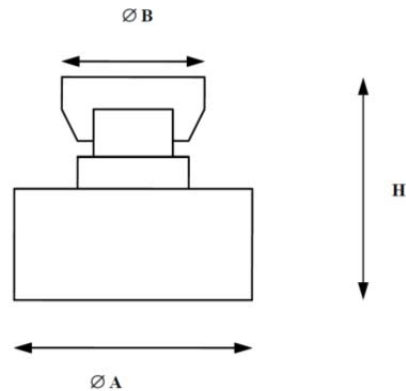

Figura 1.
3. La máquina debe permitir ubicar los transductores de fuerza de INACAL dentro de su estructura de la máquina a calibrar para efectuar las mediciones. Las dimensiones de los transductores de fuerza de INACAL se muestran en la Tabla 1 y figura 1.